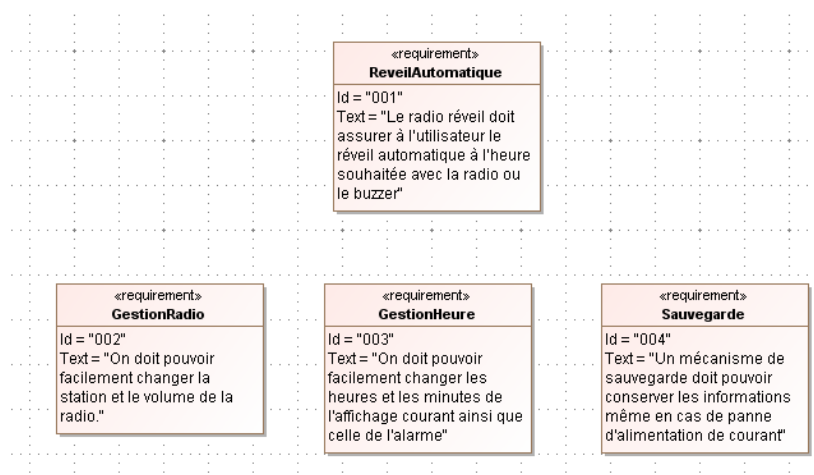

Figure 9 Diagramme initial d'exigences du radio réveil.
- Complétez le diagramme des exigences pour tenir compte de contraintes telles que le réglage de la radio, de l'horloge et de l'alarme, ainsi que sur la nécessité d'un mécanisme de sauvegarde. Pour obtenir le diagramme de la figure 9